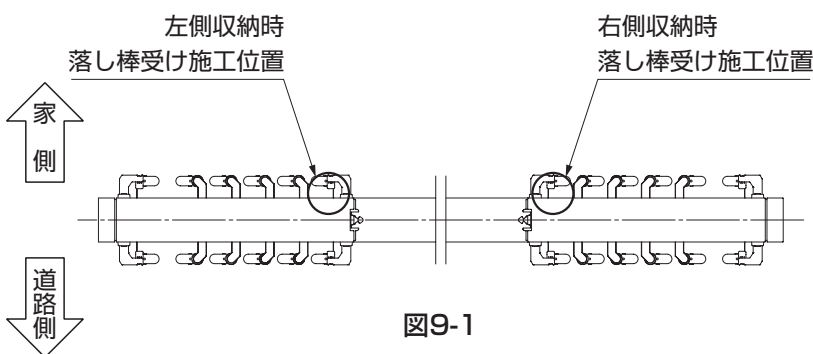

図9-1
- 落とし棒受けは、伸縮本体を左右それぞれたたんだ状態にしたときの、先頭側になる落とし棒の位置に合わせて施工してください。(図9-1参照)